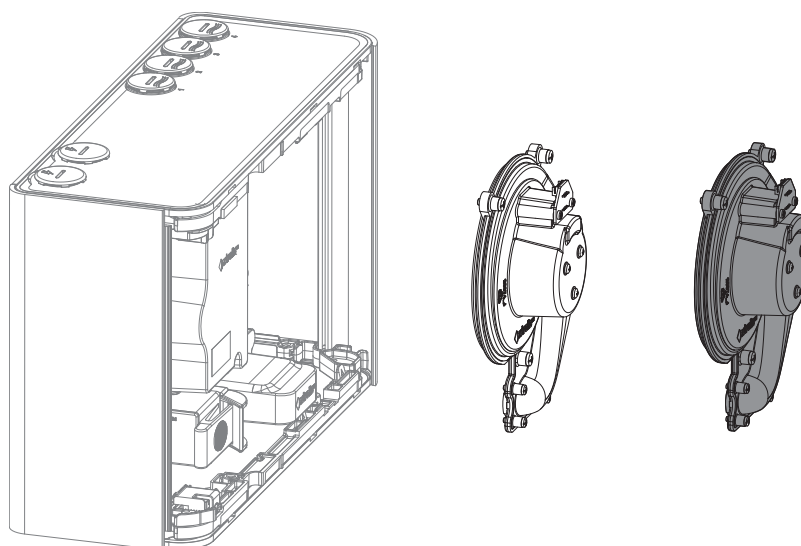

Figura 7-12: Retire el aspirador del detector
5. Extraiga el aspirador perpendicular al cuerpo del detector (Figura 7-12).